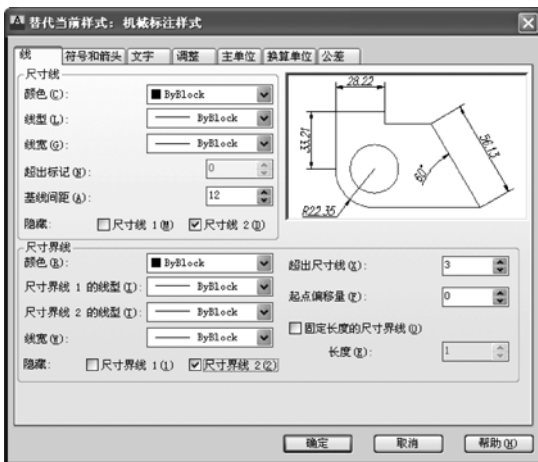

图 1-34 选择隐藏选项
1. 在“标注样式管理器”对话框中将“机械标注样式”设置为当前样式。单击“替代”按钮，弹出“替代当前样式”对话框后，打开“直线和箭头”选项卡，在“尺寸线”选项栏中的“隐藏”选项中勾选“尺寸线 2”复选框，在“延伸线”选项栏中的“隐藏”选项中勾选“延伸线 2”复选框，即同时隐藏第二个箭头和第二个尺寸界线，如图 1-34 所示。